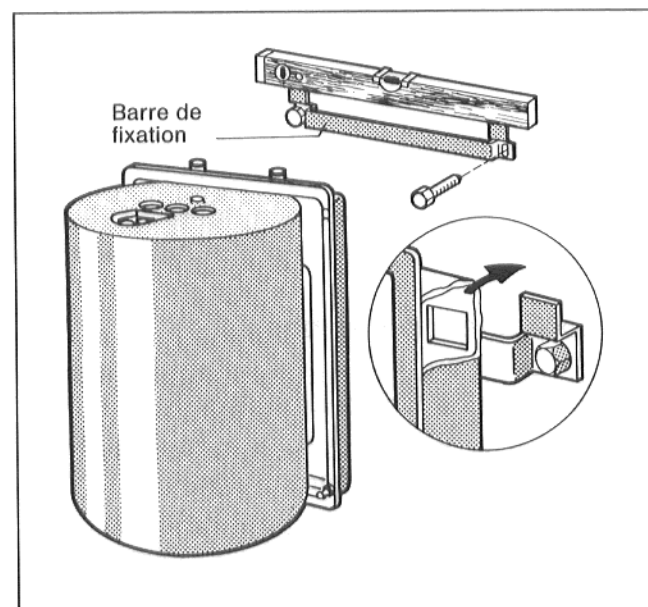

Fig. 4
- Accrocher le préparateur par les deux découpes de son cadre aux deux crochets de la barre de fixation (fig. 4).